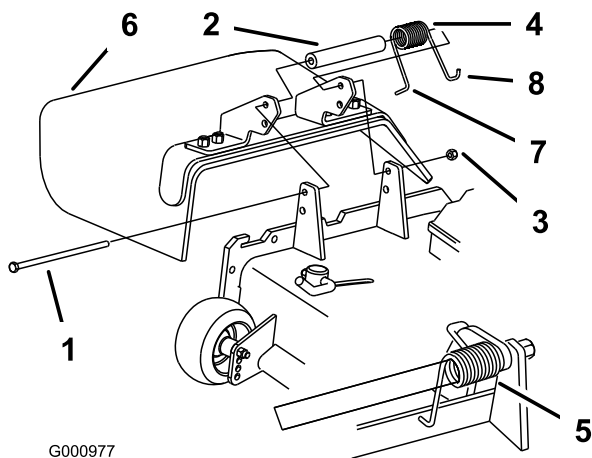

Bild 89
den Drehhalterungen befestigt ist (Bild 89). Entfernen Sie defekte oder abgenutzte Ablenkbleche.
Hinweis: Stellen Sie sicher, dass sich das L-Ende der Feder hinter der Mähwerkkannte befindet, bevor Sie die Schraube einführen, siehe Bild 89.
3. Setzen Sie die Schraube und Mutter ein. Führen Sie das J-förmige Hakenende der Feder um das Ablenkblech (Bild 89).